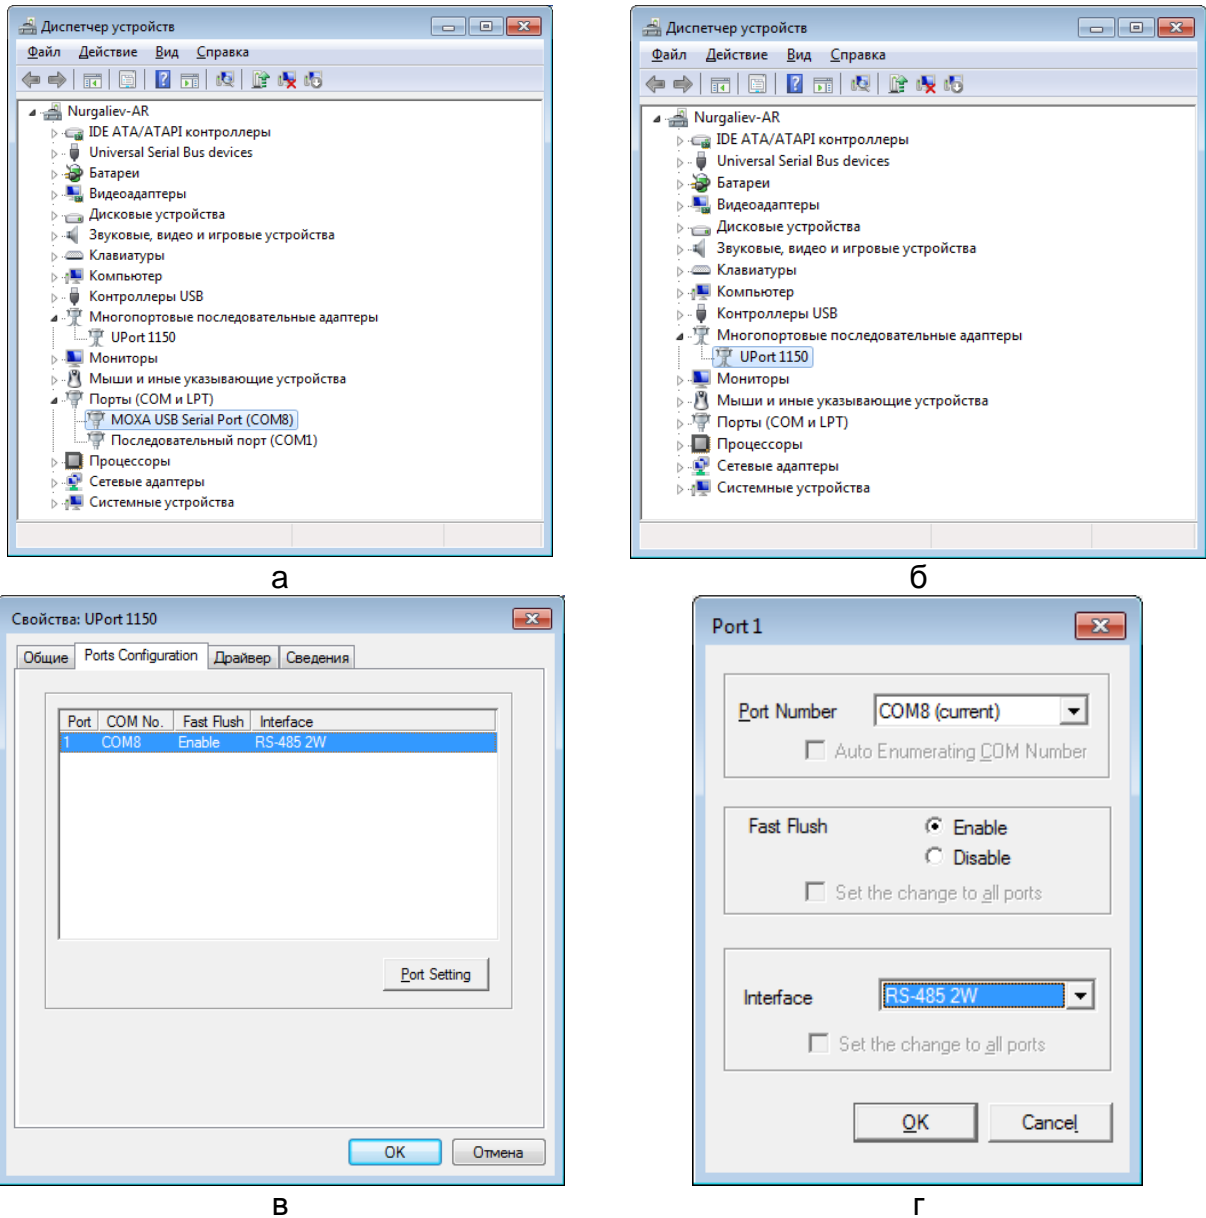
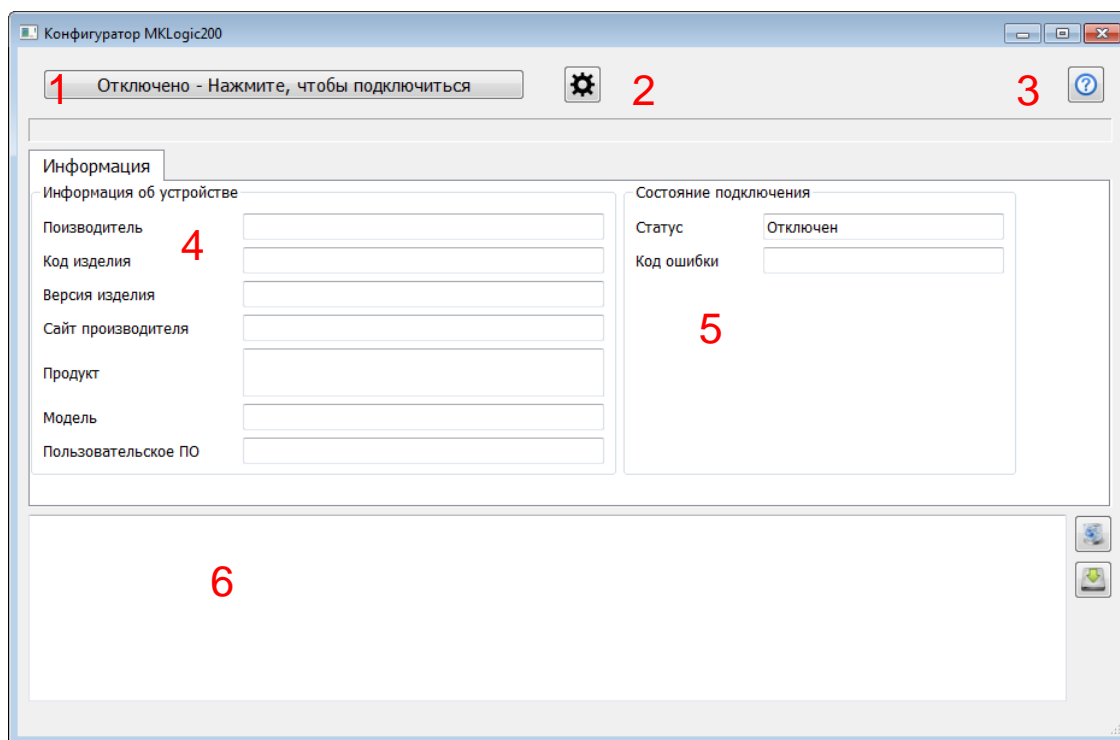
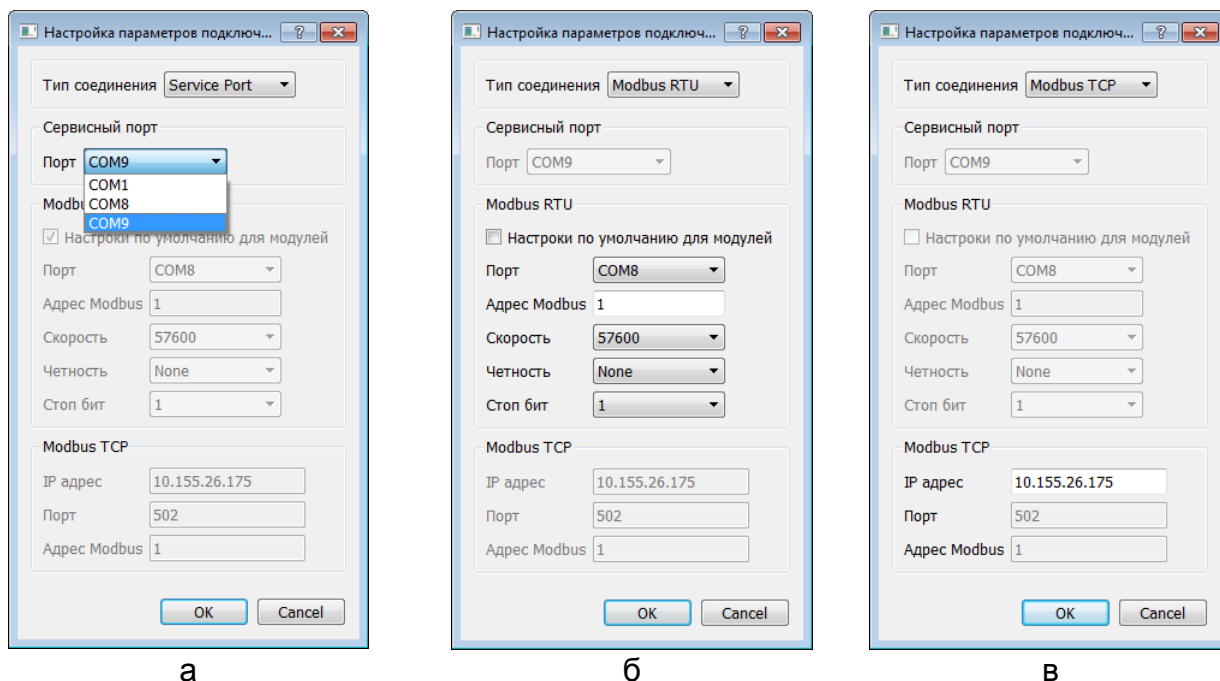

Рисунок 2 – Настройка параметров переходника RS-485↔USB
Рисунок 4 – Главное окно ПО «Конфигуратор MKLogic200»
Рисунок 5 – Окно настроек параметров подключения к устройству
После установки драйвера Переходника в операционной системе появится новый виртуальный COM-порт. Для того чтобы убедиться, что порт действительно появился в системе, необходимо запустить «Диспетчер устройств» («Панель управления» -> «Система и безопасность» -> «Диспетчер устройств») и выбрать пункт «Порты (COM и LPT)» (рис. 2). Номер этого порта необходимо запомнить для настройки Конфигуратора.
**Примечание:** Номер COM-порта зависит от аппаратной и программной конфигурации используемого ПК и может отличаться от номера, представленного на рис. 2а.
После запуска (см.п.2.1) Конфигуратора откроется главное окно программы, представленное на рис. 4.
Выбор типа подключения и настройка его параметров осуществляется в окне настроек (рис. 5), которое вызывается по нажатию кнопки 2 в главном окне программы (см. рис. 4).
При подключении модуля МК201 к ПК через сервисный порт (см. рис. 5а) в системе появляется виртуальный COM порт, номер которого необходимо указать в настройках при выборе типа соединения «Service Port».
При выборе протокола Modbus RTU (см. рис. 5б) необходимо указать имя порта, под которым в системе определился Переходник RS-485<->USB (см. рис. 2а), параметры протокола: адрес ведомого устройства, скорость, четность и количество стоп бит.
Для протокола Modbus TCP (см. рис. 5в) настраивается IP-адрес устройства. Подключение происходит по стандартному порту 502 протокола Modbus TCP.
При нажатии на кнопку 1 (см. рис. 4) на ней отображается статус подключения к Устройству. В случае неверно настроенных параметров в поле 6 (см. рис. 4) появится соответствующее сообщение об ошибке. При отсутствии или недоступности указанного в настройках COM порта, будет выведено сообщение «Порт COMX недоступен», где X – номер указанного в настройках порта.
Если порт существует, но устройство к нему не подключено или настройки подключения не совпадают с настройками устройства, в поле 6 (см. рис. 4) будет выведено сообщение «Устройство не подключено». При этом на кнопке 1 отобразится статусная строка, в которой указаны параметры, с которыми был открыт порт, но вместо типа модуля будет указано «NONE».
Если все параметры подключения настроены правильно, то в окне 6 (см. рис. 4) появится сообщение «Подключен модуль МК2XX», где МК2XX – обозначение модуля. В таблице 2 представлены модули ПЛК MKLogic200 подключаемые к Конфигуратору.
**Примечание:** Подключение модуля МК201 возможно через один из указанных портов, но для этого он должен быть сконфигурирован в режиме «Modbus Slave», а его настройки скорости, четности, количества стоп бит, а также адрес ведомого устройства должны быть указаны в настройках связи Конфигуратора (см. рис. 5). При этом не рекомендуется менять настройки порта, по которому в данный момент производится подключение. Это приведет к потере связи Конфигуратора с модулем, т.к. настройки применяются сразу после их записи.